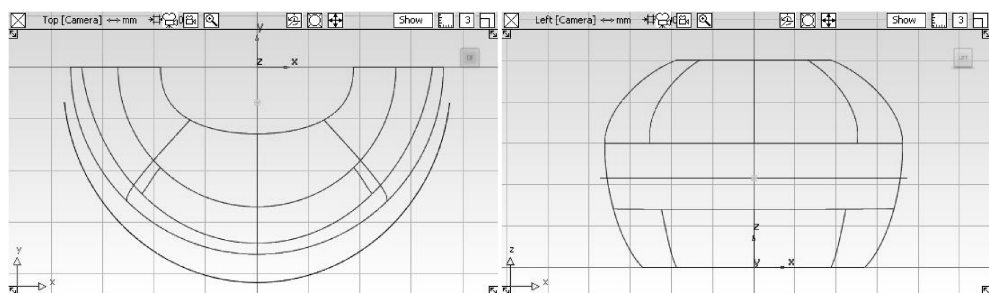

图 4-66 创建一条曲线
- 01 在【Top】视图中创建一条曲线，并通过移动工具，将其移到合适的位置。之后将以这条曲线作为塑形曲线，更改曲线网络曲面的形状，如图 4-66 所示。